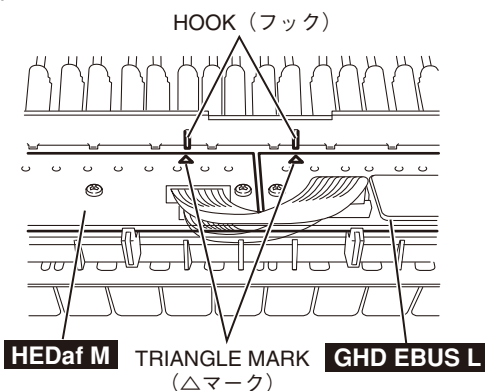

Fig. 33 (図 33)
※ GHD EBUS L シートと HEDaf M シートを取り付ける際は、フレーム裏側にあるフック位置と基板の△マークが一致していることを確認してください。(図 33)
* **When installing the GHD EBUS L and HEDaf M circuit boards, check that the positions of the hooks on the rear side of the frame are aligned with the triangle marks of the circuit board. (Fig. 33)**